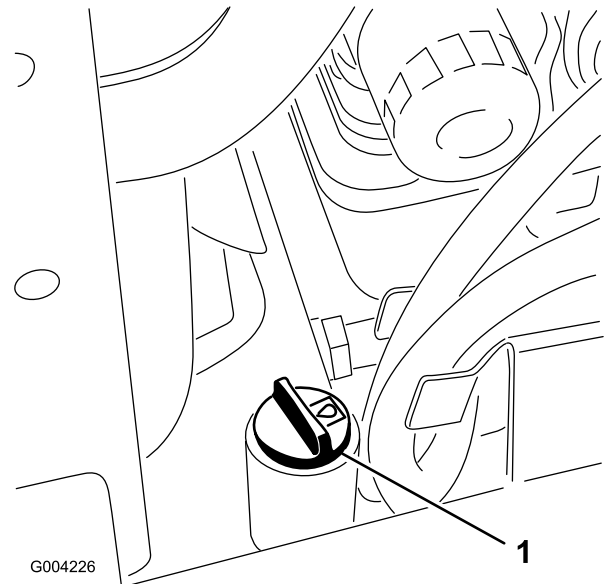

Figure 13
5. Nettoyez la surface autour du goulot de remplissage du réservoir hydraulique (Figure 13).